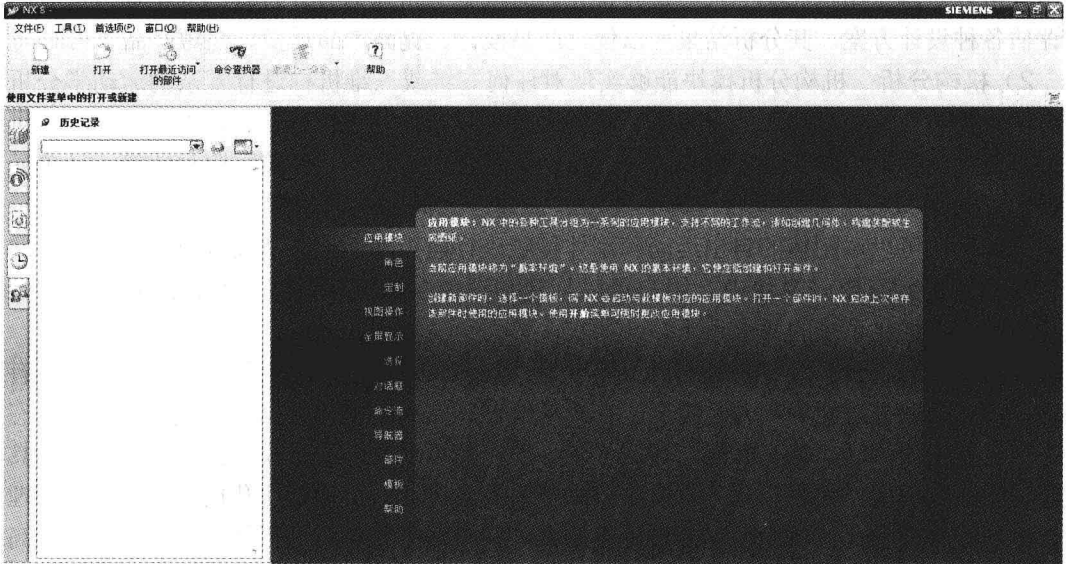

图 1-1 UG NX 8.0 的初始工作界面
- 从桌面快捷方式启动: 安装 UG NX 8.0 软件时,系统将自动在桌面上生成一个快捷方式,双击桌面上的快捷方式图标,可以打开 UG NX 8.0 的初始工作界面,如图 1-1 所示。
2) 打开文件或创建新文件 打开现有文件,只要单击现有文件或从如图 1-1 所示的 UG NX 8.0 初始工作界面中依次单击【File (文件)】→【Open (打开)】命令,找到需打开的文件路径即可。